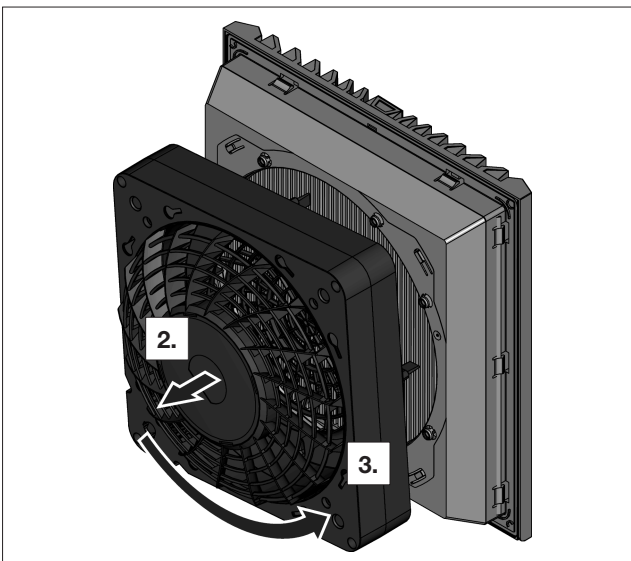

Fig. 8 : rotation du bloc moteur du ventilateur
- Pivoter le bloc moteur du ventilateur de 90°, 180° ou 270° afin que le raccordement électrique se trouve à la position souhaitée (voir fig. 8).